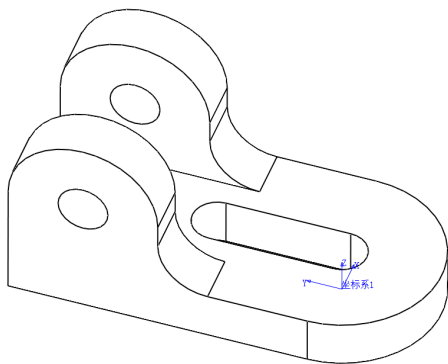

图 4-40 创建原点坐标系
(4) 单击【确定】按钮，即可创建原点坐标系，效果如图 4-40 所示。